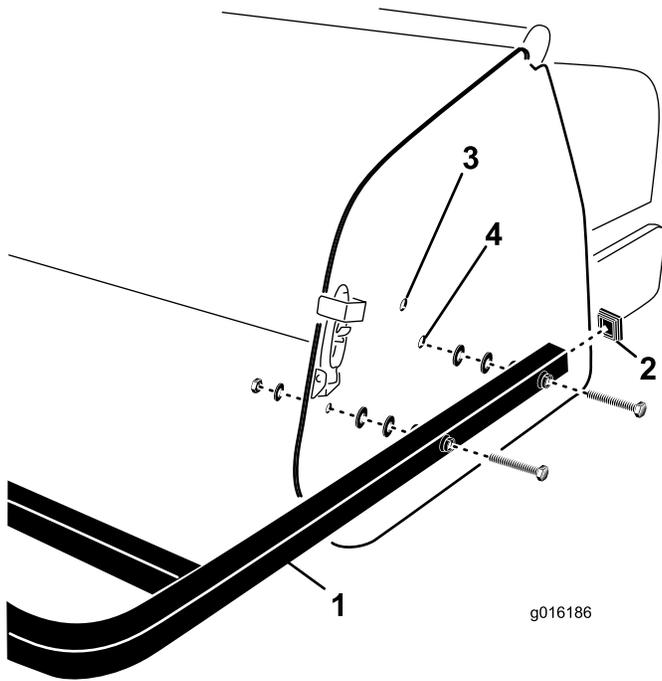

図 28
2. 後ガード取り付けチューブの穴を、エアレータのサイド・プレートの穴に合わせる (図 28)。
3. ガード取り付けチューブを、サイド・プレートに取り付ける；ねじ4本、平ワッシャ、ナットを利用する (図 28)。